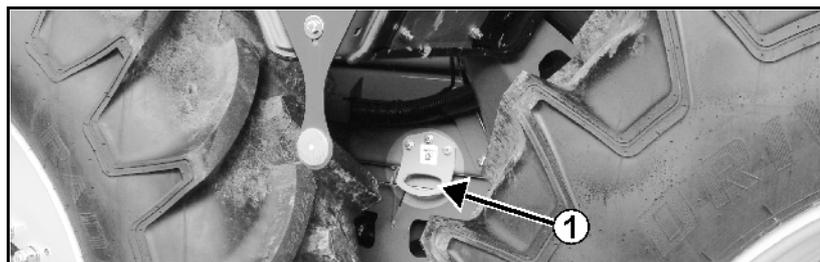

Fig. 7
- Zurpunkte rechts und links zwischen den Rädern (Fig. 7/1)